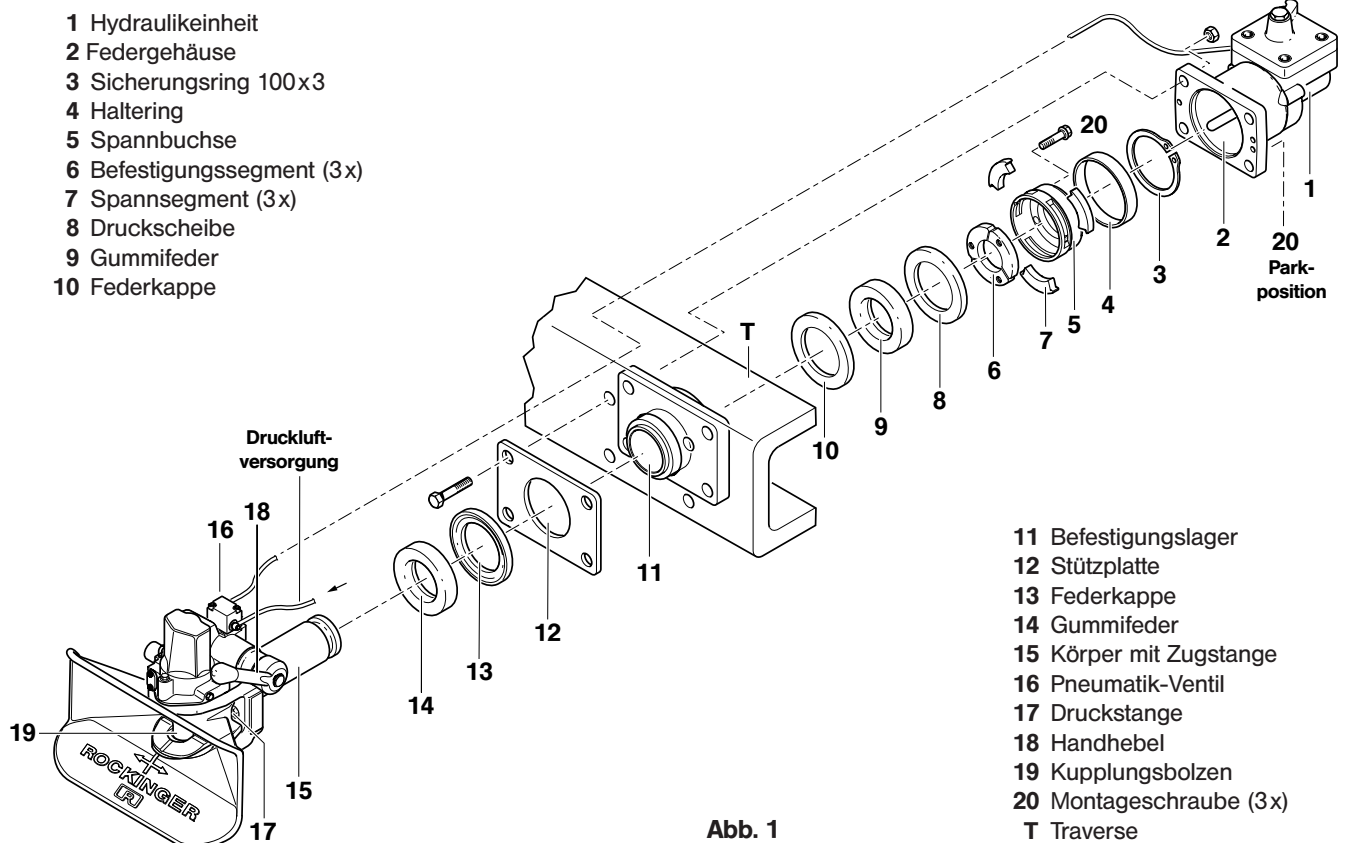
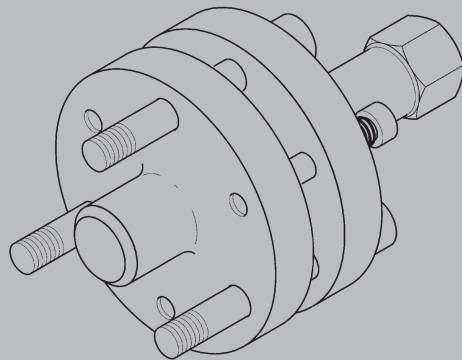

Abb. 1
Abb. 3
### 1.1 Vor dem Einbau (s. Abb. 1)
## 1.2 Einbau (s. Abb. 1)
**Empfehlung: Montagewerkzeug (Bestell-Nr. 57351 s. Abb. 3) zur Erleichterung bei serienmäßigem Einbau benutzen**
- **Achtung:** Befestigungssegmente (6) in die Nuten der Zugstange (15) legen: beschriftete Fläche (R) in Richtung Hydraulikeinheit (2)
- Spannbuchse (5) vorsichtig über die Befestigungssegmente (6) auf die Zugstange (15) schieben: Arretiernasen in der Spannbuchse (5), Bohrungsübereinstimmung der Spannbuchse (5) und der Befestigungssegmente (6) beachten
- 3 Montageschrauben (20) – Planfläche und Gewinde leicht fetten – von Hand bis zum Anschlag einschrauben, abwechselnd festziehen, bis die Schlitze in der Spannbuchse (5) frei sind
- 3 Spannsegmente (7) in die Schlitze einsetzen und festhalten
- Haltering (4) über die Spannbuchse (5) schieben
- Sicherungsring (3) mit Montagezange ZGA 4 (s. o.) befestigen
- 3 Montageschrauben (20) aus der Spannbuchse (5) und den Befestigungssegmenten (6) herausschrauben, gut fetten und in das Federgehäuse (2) eindrehen (notwendig für spätere Demontage)
- Haltering (4), Spannbuchse (5), Befestigungssegmente (6) und Spannsegmente (7) gründlich mit Fett (NLGI 3) einstreichen (**Korrosionsschutz**)
- 2 Schrauben aus dem Befestigungslager (11) herausdrehen
- Hydraulikeinheit (1) mit Federgehäuse (2) aufschieben:
**Achtung:** Faltenbalg nicht verletzen und richtige Einbaulage beachten s. Abb. 1